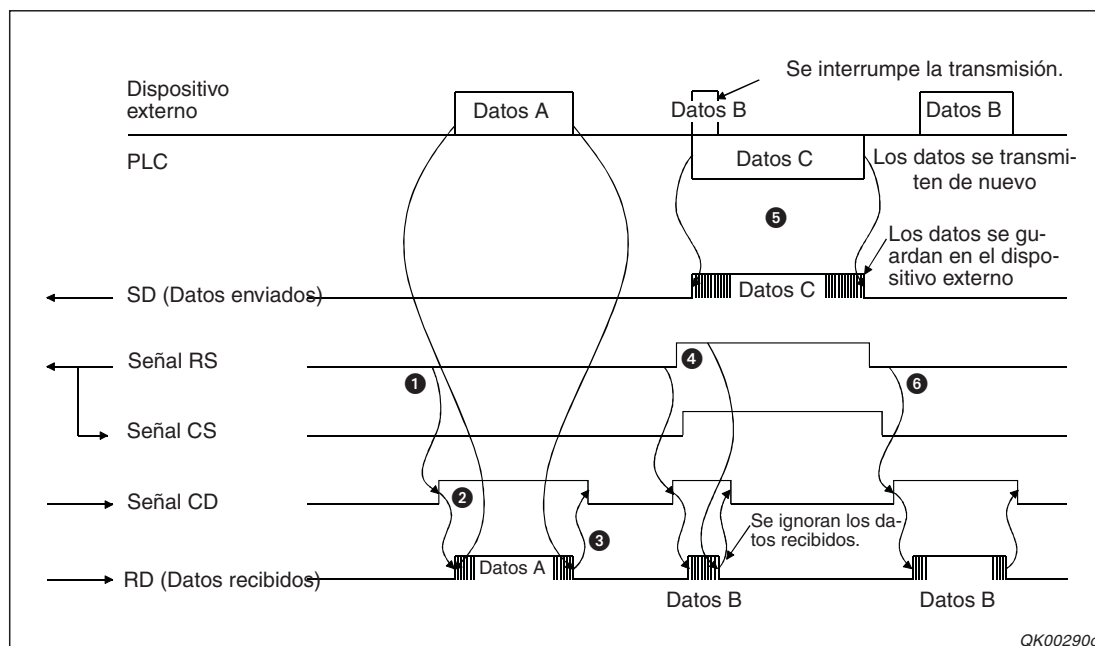

Fig. 12-4: No se toman en cuenta los datos recibidos por el módulo de interfaz mientras envía datos
(Los pasos de ① a ③ se corresponden con el envío "normal", descrito también en la fig.12-4. Los pasos de ④ a ⑥ describen el caso de que los dos dispositivos envíen simultáneamente.)